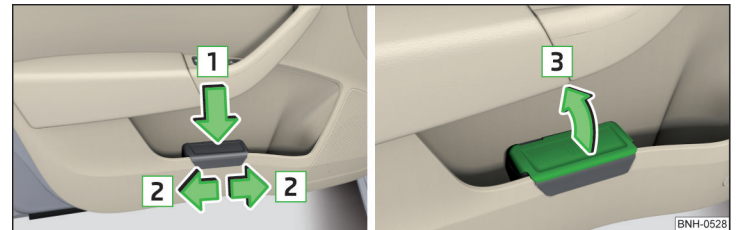

Abb. 75 Abfallbehälter: einsetzen und verschieben / öffnen
- › Den Abfallbehälter im hinteren Bereich in Pfeilrichtung **1** » Abb. 75 eindrücken.
- › Den Abfallbehälter entgegen der Pfeilrichtung **1** » Abb. 75 herausnehmen.
- › Den Deckel in Pfeilrichtung **3** » Abb. 75 anheben.